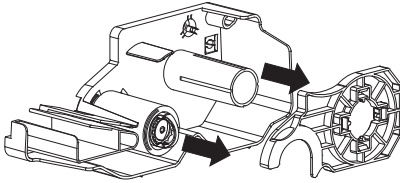

Fig.4
4) fig.4와 같이 픽업스풀어셈블리(Pick-Up Spool Assembly)와 페이퍼 가이드(Paper guide)를 카트리지로부터 빼낸다.